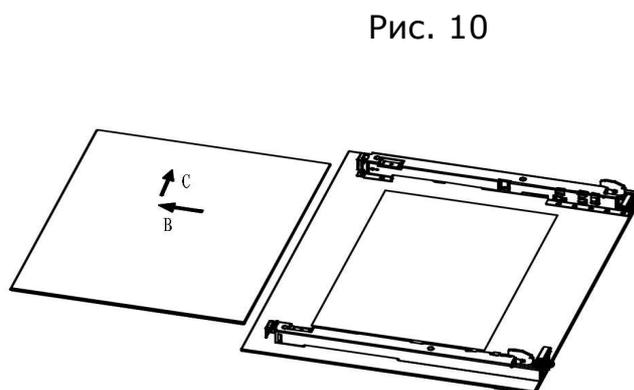

Рис. 12
4. Вытащите среднее стекло. (Рис. 12)